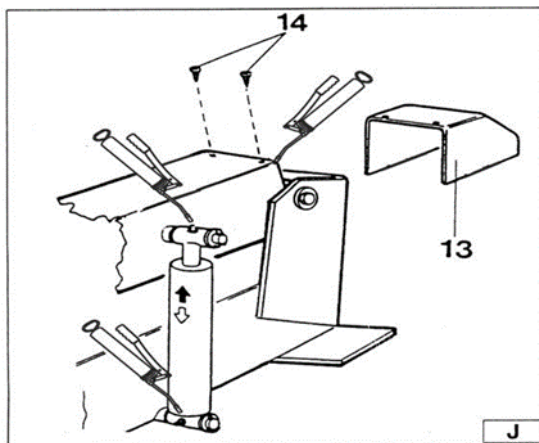

Bild 22
- 2) Tryck på tappen i mitten av elventiler av det hydrauliska kraftpaketet (Bild 22), för att öppna elventilerna. Ventilerna kan låsas efter en lång paus i bruk.